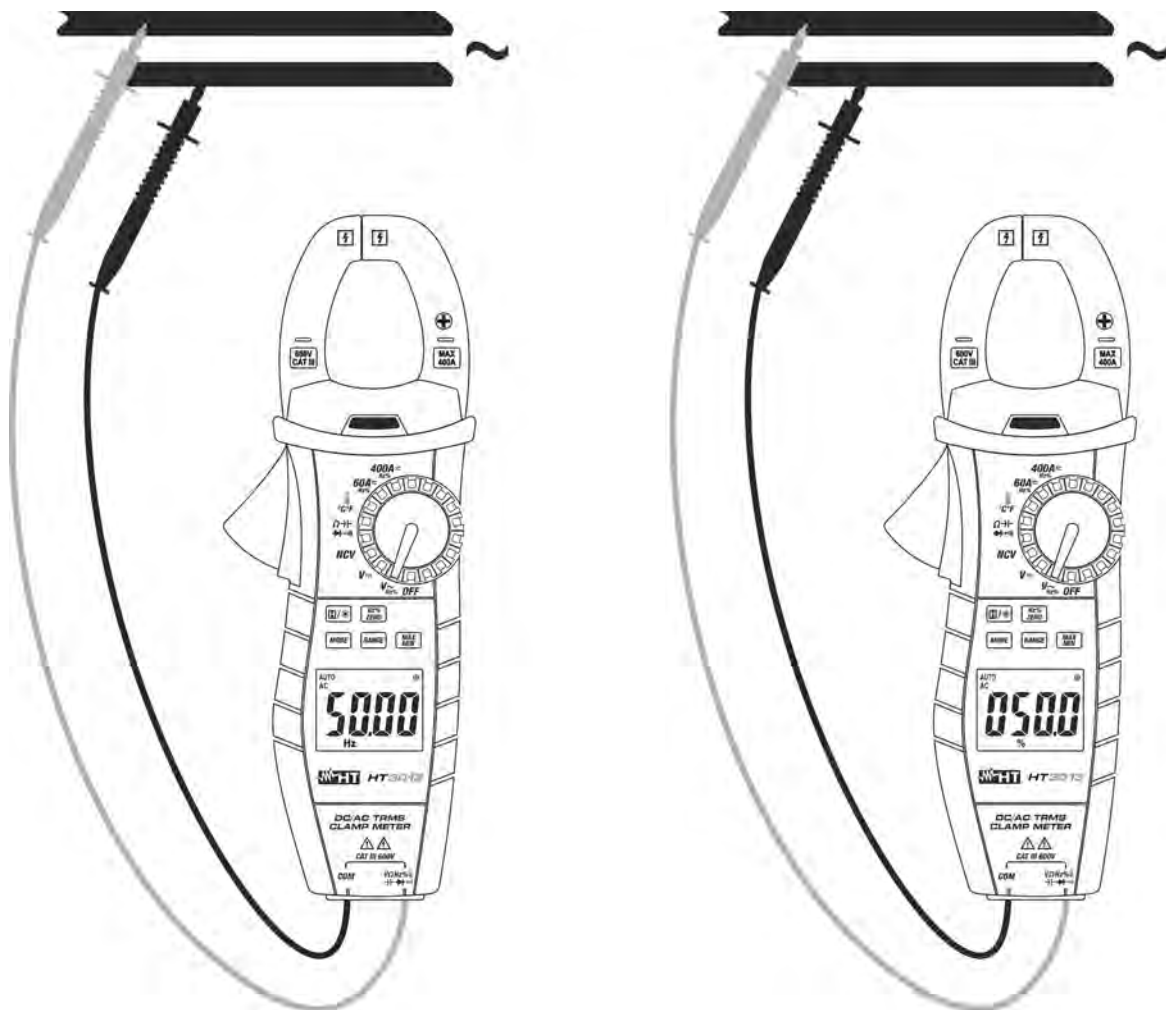

Fig. 6 : Utilisation de l'instrument pour mesures de Fréquence et Duty Cycle
4. Positionner les embouts sur les points désirés du circuit sous test (voir Fig. 6) pour la mesure de fréquence avec embouts. La valeur de fréquence (Hz) ou de duty cycle (%) apparaît à l'écran.